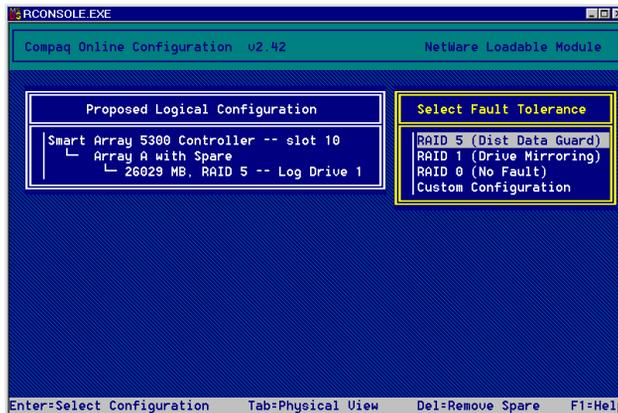

Figure 7-21 : Assistant d'auto-configuration CPQONLIN
- Si aucune unité logique n'est configurée pour le contrôleur, l'écran de l'assistant de configuration automatique (voir figure 7-21) s'affiche.